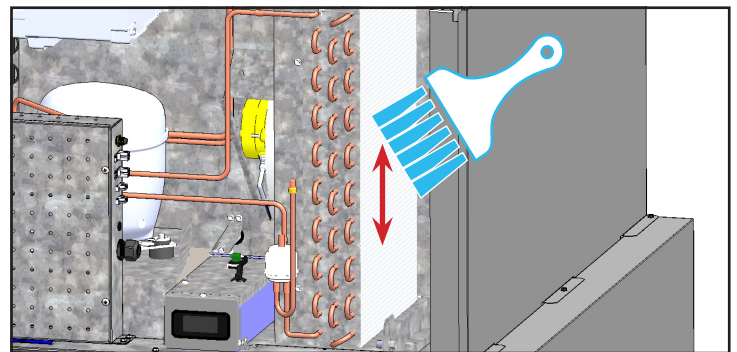

Fig. 3. Nunca pase el cepillo en perpendicular por las aletas del serpentín.
3. Con un cepillo de cerdas duras, limpie con cuidado la suciedad acumulada en las aletas del serpentín delantero del condensador. Véase la fig. 3.